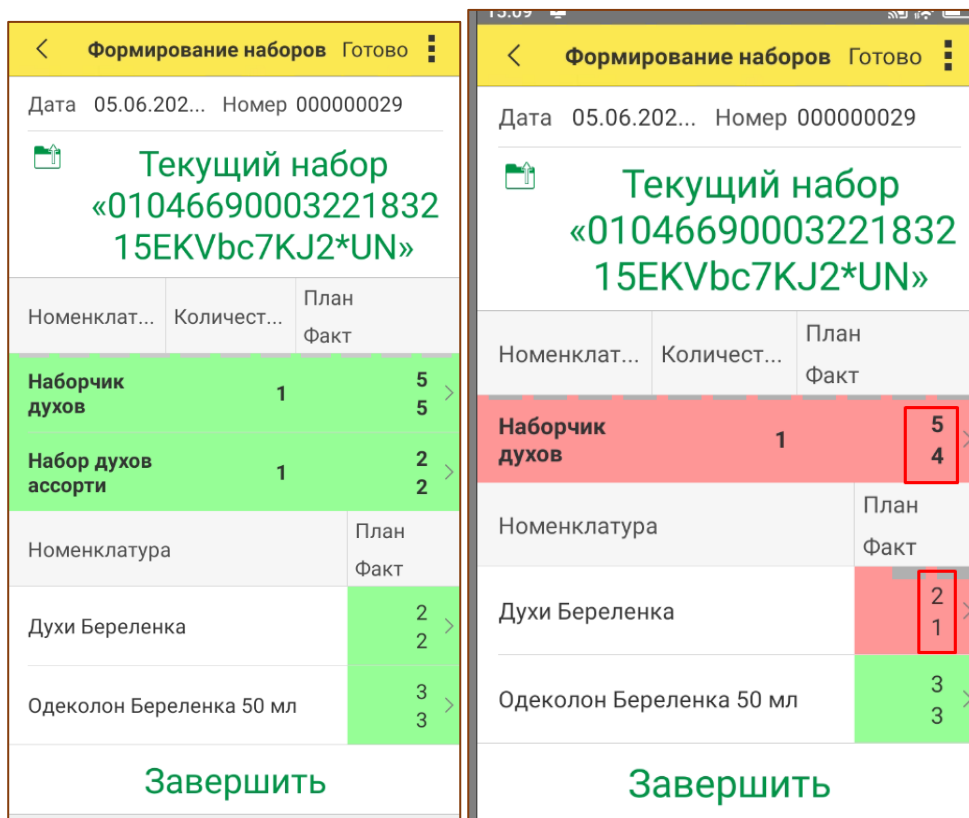

Рис. 9.10 – Изъятие кодов из маркировки
- Произойдет уменьшение значения «Факт» (Рис. 9.10).